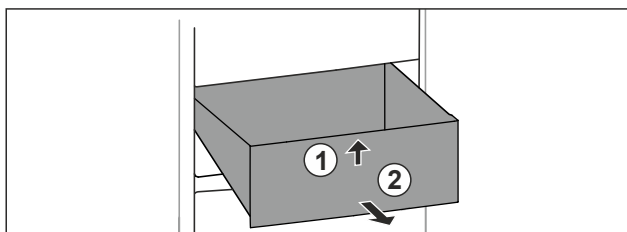

Fig. 115
- ▶ Nadzvedněte zásuvku vpředu. Fig. 115 (1)
- ▶ Vyjměte zásuvku dopředu. Fig. 115 (2)